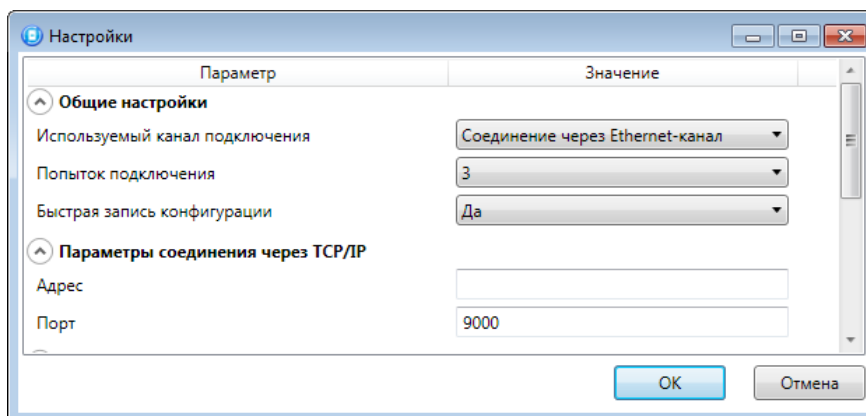

Рис. 4.8. Параметры подключения по каналу Ethernet
1. Щелкните левой кнопкой мыши по меню *Настройки* в основном окне программы *Конфигуратор Профессионал*, в результате чего откроется окно *Настройки* (Рис. 4.8).